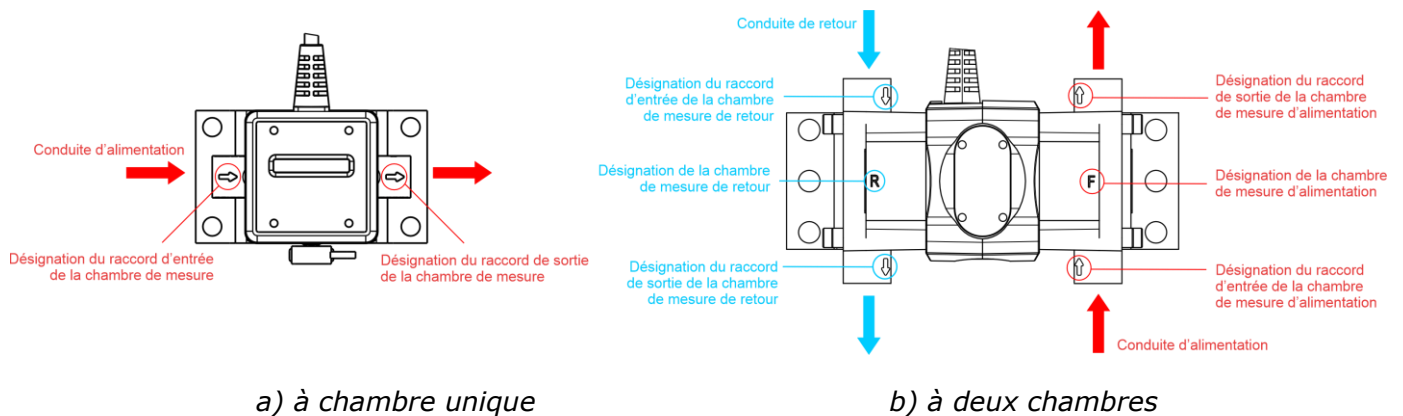

Figure 26 — Repères sur le corps du DFM pour une installation correcte dans les conduites de carburant
- 5) Installer le débitmètre dans les conduites de carburant **strictement conformément aux repères figurant sur le corps du DFM** (voir figure 26).
En mesure différentielle, la circulation du carburant dans le circuit ne change pas. La chambre « Feed » (Alimentation), repérée par la lettre **F** sur le corps du débitmètre (voir figure 26 b), du **DFM D** différentiel doit être installée dans la conduite d'alimentation du moteur. La chambre « Reverse » (Retour), repérée par la lettre **R** sur le corps du débitmètre (voir figure 26 b), doit être installée dans la conduite de retour. La consommation de carburant est calculée comme la différence entre les débits mesurés dans les chambres « Feed » (Alimentation) et « Reverse » (Retour).